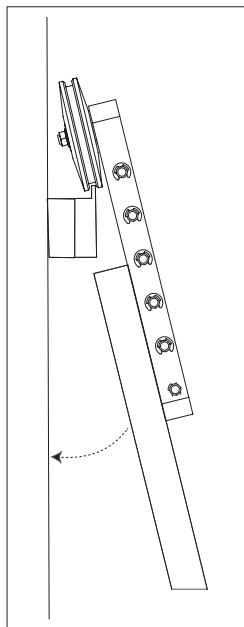

Figure 13
15. Hang the door (Figure 13).